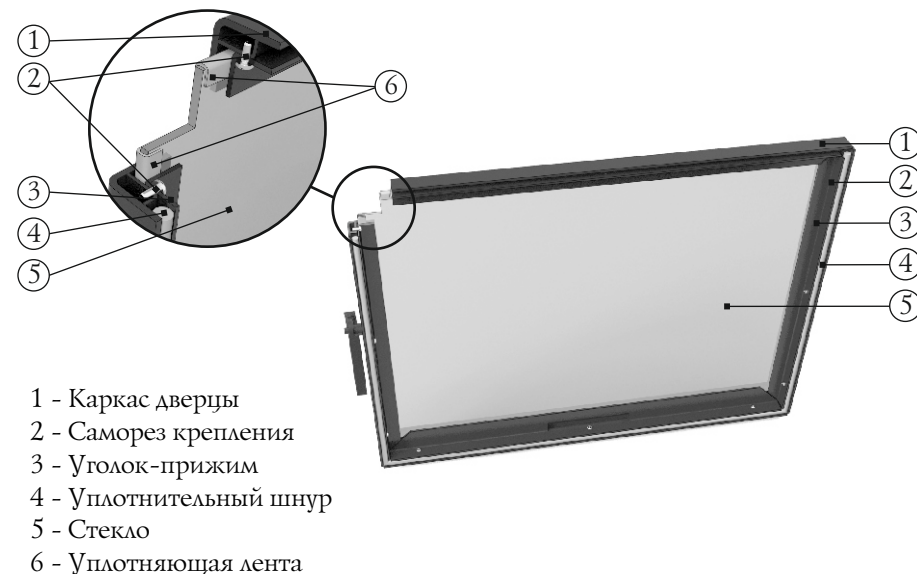

Рисунок 7. Дверца каминной топки «Аквариус»
ВНИМАНИЕ! Уплотнительный шнур (4) устанавливается только с 3х сторон дверцы (см рисунок 7).
В случае повреждения светопрозрачного экрана (стекла) на дверце его необходимо заменить для этого (см. рисунок 7):